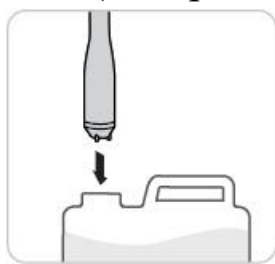

Рисунок 45
1. Поместите всасывающую трубку в емкость, из которой будет перекачиваться жидкость (смотрите рисунок 45 ниже).